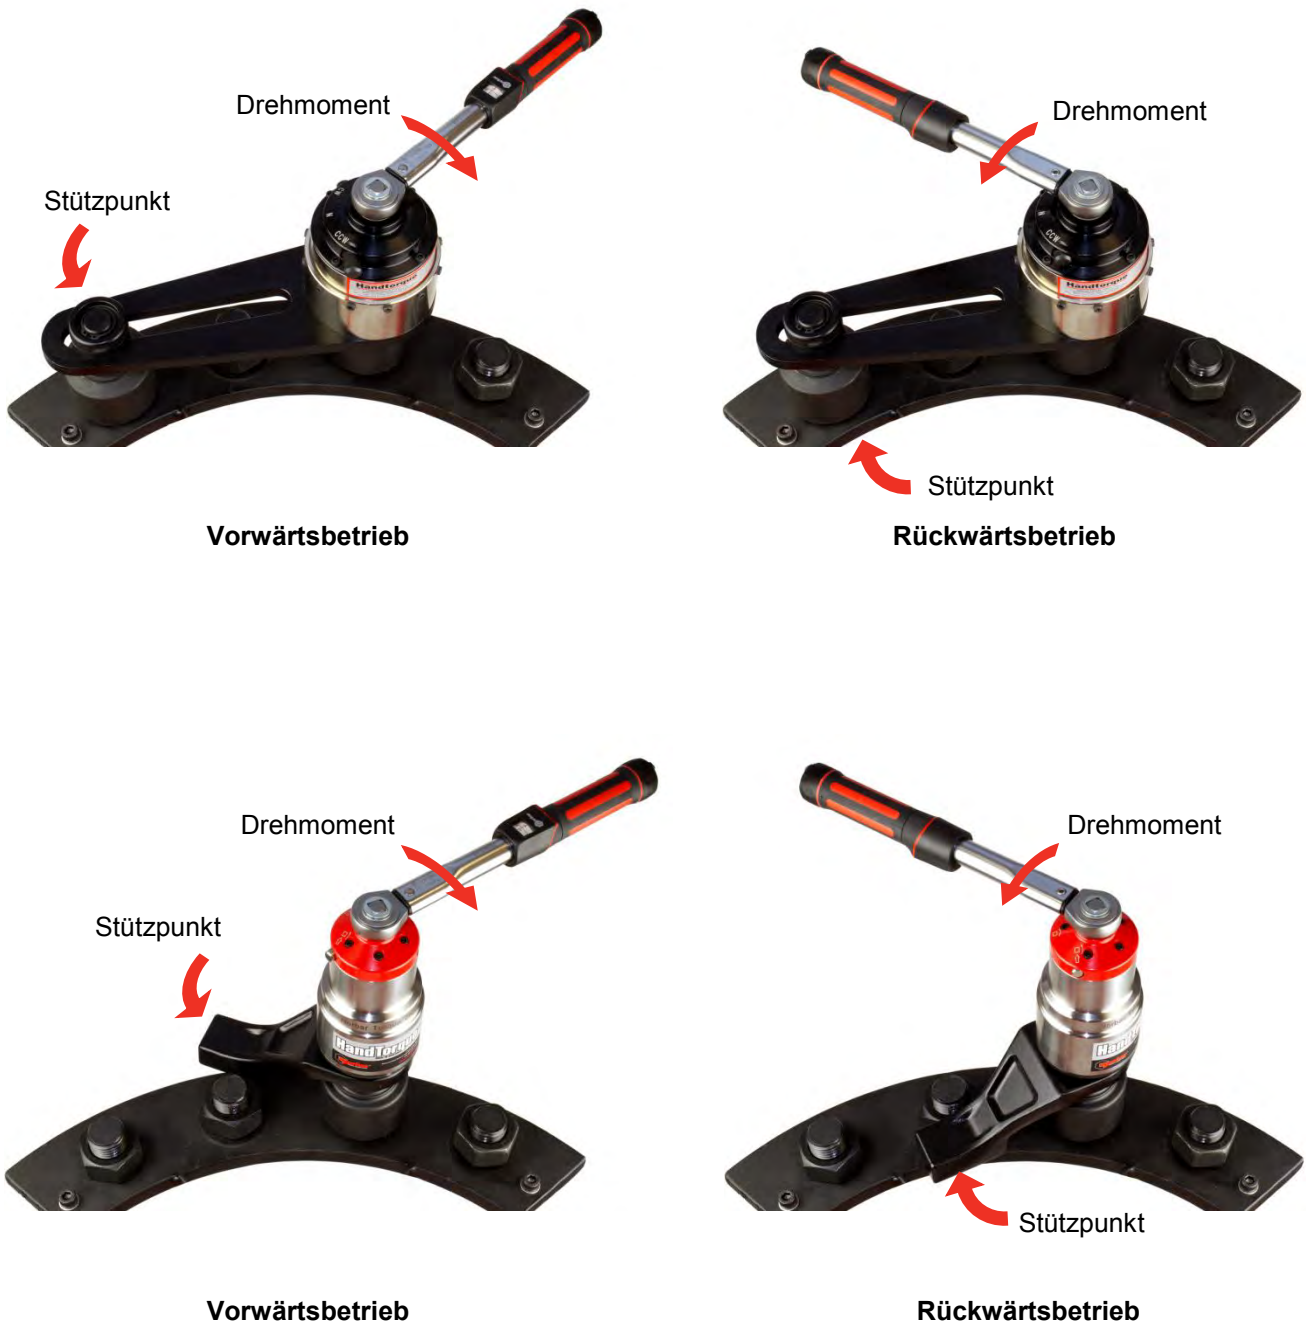

ABBILDUNG 2
Wenn der handgeführte Drehmomentschlüssel betätigt wird, dreht sich die Abstützvorrichtung in entgegengesetzter Richtung des Abtriebsvierkants. Die Stütze muss dann voll auf einem festen Körper oder einer festen Oberfläche aufliegen, die an die zu befestigende Schraube angrenzt (siehe Abb. 2).
2. Stecken Sie den Vervielfältiger so auf die Schraube, dass sich die Abstützvorrichtung neben dem Drehmomentpunkt befindet. Siehe Abbildung 2.